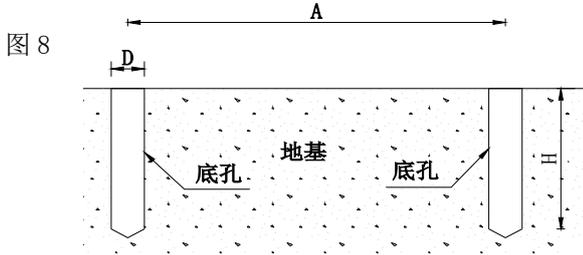

图 8
2.3 根据不锈钢底盘的安装孔尺寸在地基上钻底孔，图7、图8。